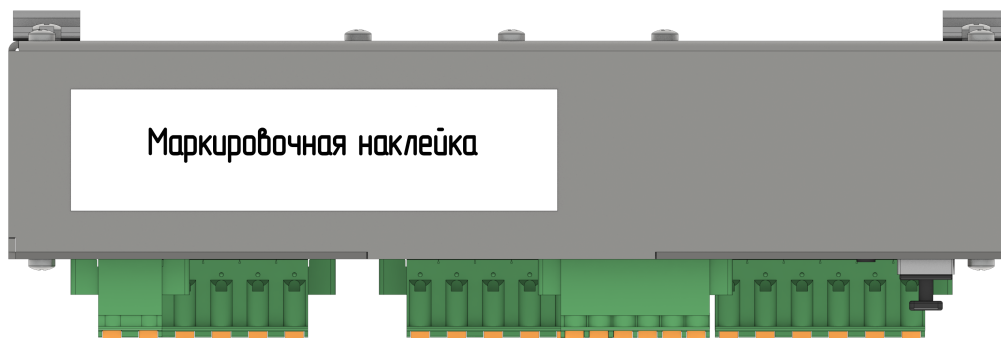

Рисунок 1.3 – Место расположения маркировочной таблички
1.5.1 Устройство имеет табличку со стойкой маркировкой, расположенной на внешней поверхности корпуса (см. рис. 1.3). Внешний вид таблички приведен в приложении Г.